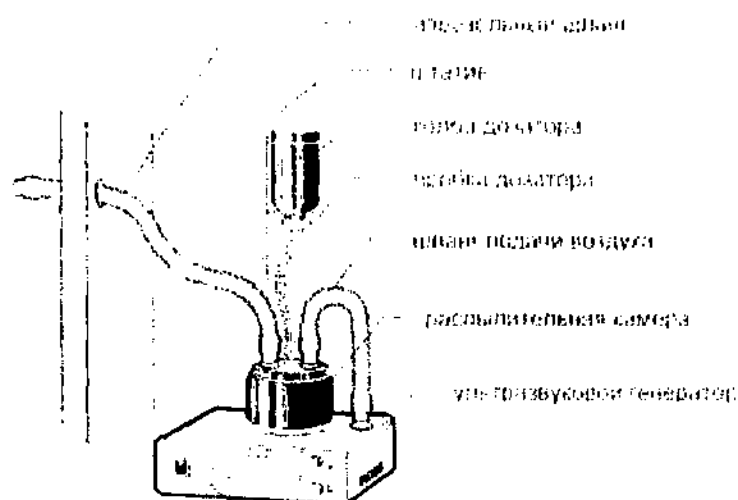

Рис. 1
4.3 Принцип работы галогенератора основан на применении ультразвукового излучения, источником которого являются ультразвуковые генераторы, входящими в состав ингаляторов. С помощью указанных ингаляторов водно-солевой раствор превращается в мелко-дисперсную водно-воздушную смесь и по шлангам подается в помещение типа галокамер (см. рис. 1).